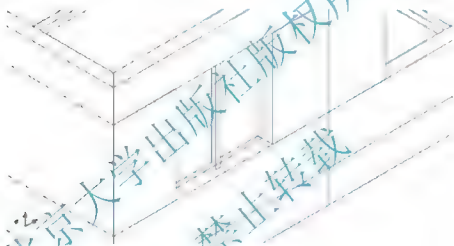

图 6.24 移动窗户模型
(1) 启动【移动】命令(快捷键 M)。
(2) 在选择对象:提示下,选择前面绘制的“窗框”和“玻璃”,并按 Enter 键进入下一步。
(3) 在指定基点或 [位移(D)] 位移 :提示下,在绘图区域任意单击一点作为移动的基点。
(4) 在指定基点或 [位移(D)] 位移 :指定第二个点或 使用第一个点作为位移 :提示下,输入“@0, 80, 0”,表示将“窗框”和“玻璃”向 Y 轴正方向移动 80mm。
(5) 按 Enter 键结束命令,结果如图 6.24 所示。